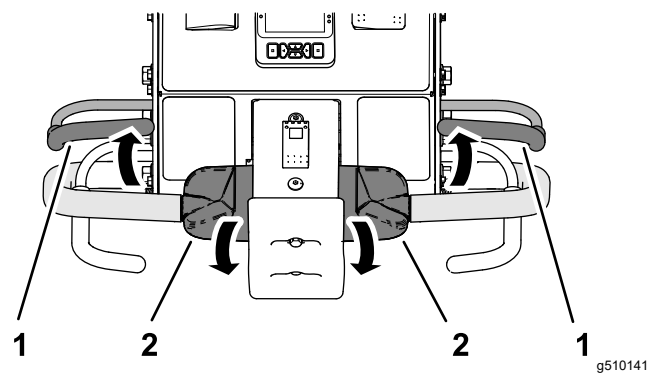

図 34
3. 走行コントロールを保持したまま、オペレータベイルを解除する 図 34。